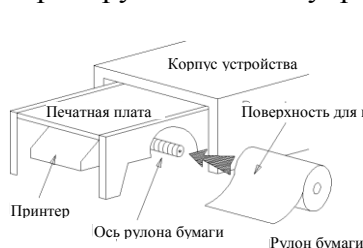

Рисунок 1
- 10.2.2 Установите рулон на ось (Рис. 1) Поскольку наружная и внутренняя поверхности бумаги отличаются друг от друга, вставьте рулон так, чтобы печать производилась на наружной стороне.